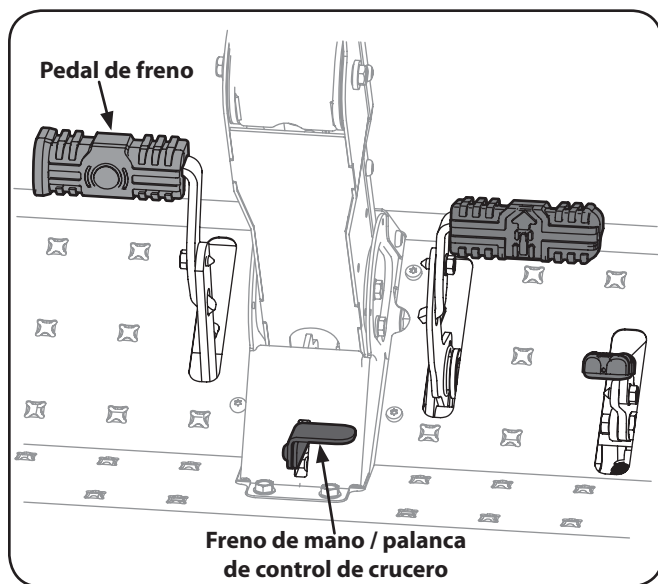

Figura 5-1
3. Ponga el freno de mano oprimiendo hacia adelante el pedal de freno (○), luego oprima la palanca de control de crucero/freno de mano y posteriormente suelte el pedal del freno (○). Consulte la Figura 5-1.